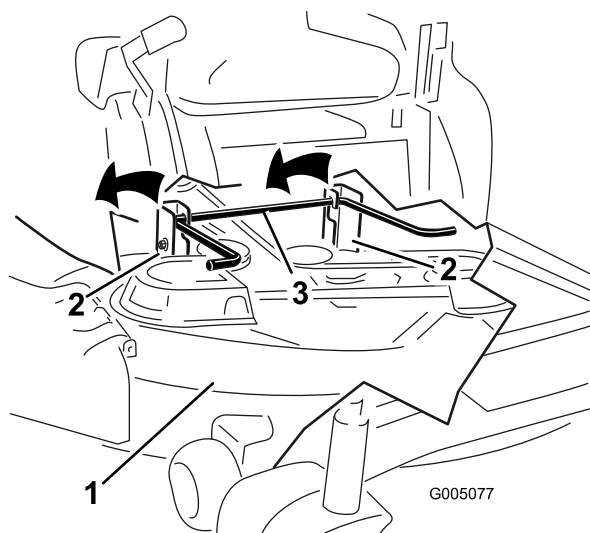

Figura 74
7. Eleve la carcasa de corte y desenganche la varilla de elevación trasera de las pletinas de suspensión, y baje el cortacésped con cuidado al suelo (Figura 74).